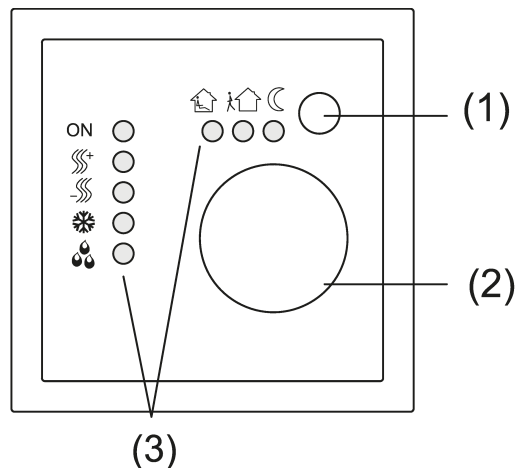

Figure 1: Éléments de commande et d'affichage
Le régulateur compare la température ambiante actuelle avec la température de consigne réglée et commande, selon le besoin actuel, les appareils de chauffage et de refroidissement. La température de consigne est définie par le mode de fonctionnement réglé et peut être modifiée à l'aide de la molette (2). Le mode de fonctionnement sélectionné et l'état actuel du régulateur sont indiqués au niveau de la LED d'état (3) (voir figure 1).
Le nouveau mode de fonctionnement est indiqué sur la LED d'état (3) (voir la figure 1).
- Actionner le bouton de présence (1) (voir la figure 1).